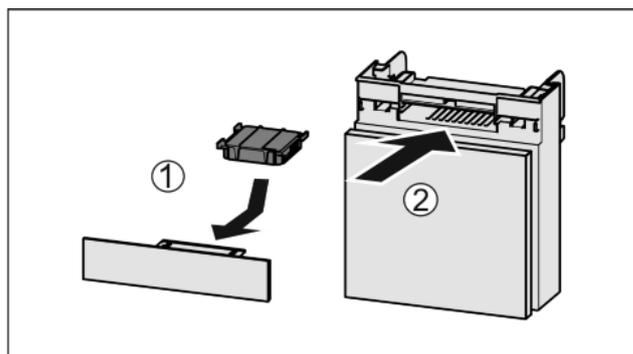

Fig. 45
- Vložte aktívny uhlíkový filter podľa obrázka Fig. 45 (1).
- Zasuňte zásuvku Fig. 45 (2).